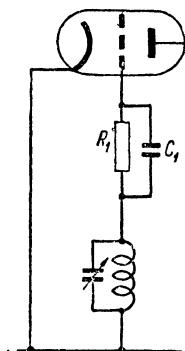

Рис. 63. Варианты схемы сеточного детектирования с последовательным сопротивлением.
**Л.** — По существу нет. Но для более удобного монтажа следует поменять местами колебательный контур с сопротивлением  $R_1$  и конденсатором  $C_1$  (рис. 63), что принципиально ничего не меняет.